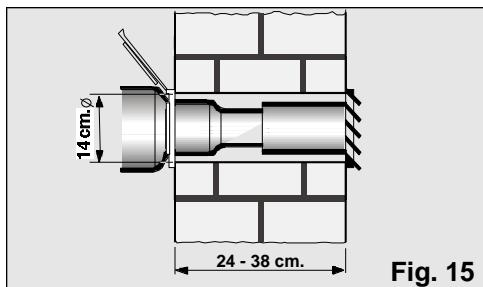

Fig. 15
- Para expulsar o ar quente através da parede é preciso efectuar um buracode 14 cm de diâmetro na mesma para colocar o isolador de passagem, **Fig. 15**.